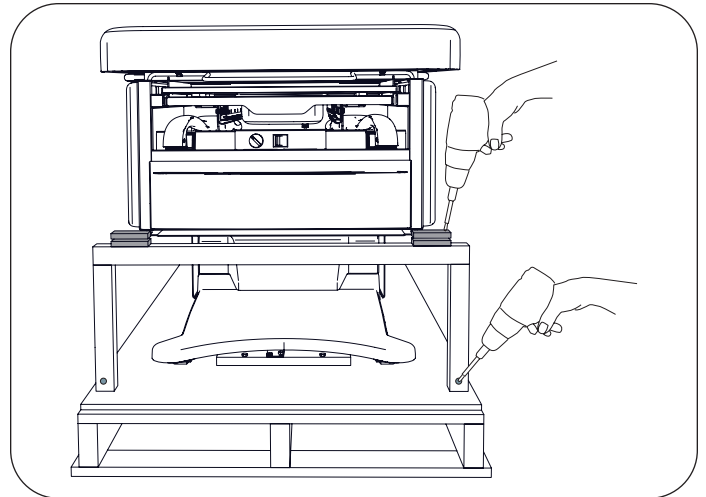

Figura 6. Retire los tornillos del separador y el puntal en U
6. Retire los 2 tornillos que fijan los separadores en cada lado del puntal de madera en forma de U ubicado bajo las esquinas delanteras del gabinete (Figura 6). Retire los 2 tornillos que fijan el puntal en forma de U al pallet (Figura 6).